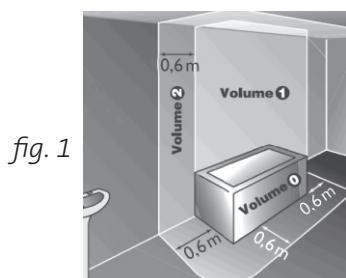

fig. 1
- Het kan in volume 2 en 3 (Fig.1) van de badkamer worden geplaatst, voor zover die positie buiten handbereik is van personen die zich in het bad of onder de douche de bevinden. Het toestel hoeft niet op een aardingslus te worden aangesloten. Dit toestel mag nooit worden geïnstalleerd met de voeding aan de bovenzijde.